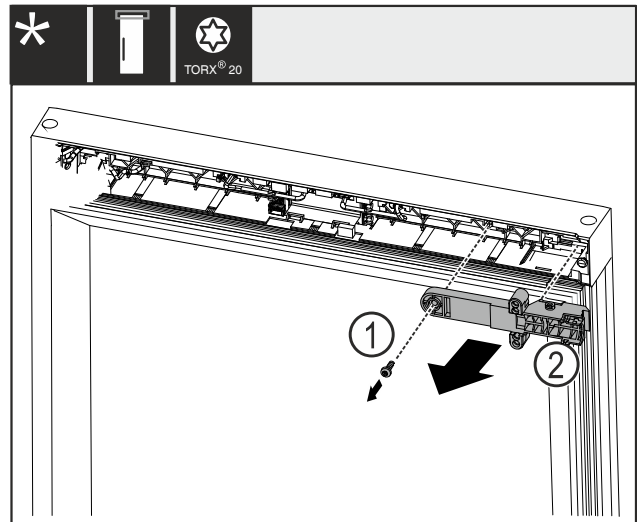

Fig. 21
- ▶ Retire el tornillo Fig. 21 (1).
- ▶ Retire la pieza de retención del candado Fig. 21 (2).